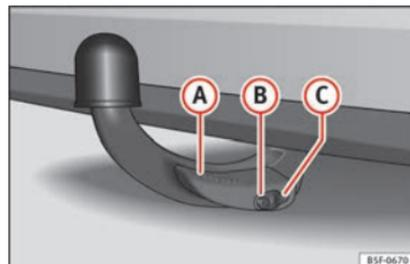

Fig. 239 Bola desmontable fijada correctamente
- La palanca **A** » fig. 239 está totalmente levantada.
- El perno de desbloqueo **B** » fig. 239 sobresale completamente (su parte roja y verde es visible).
- La tapa **C** » fig. 239 está colocada sobre la cerradura.